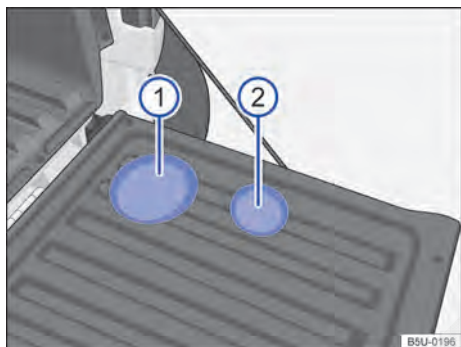

Fig. 137 No revestimento da tampa do compartimento de carga: ① porta-garrafas e ② porta-copos.
Para utilizar os porta-garrafas → Fig. 137 ① e os porta-copos ② abra a tampa do compartimento de carga.